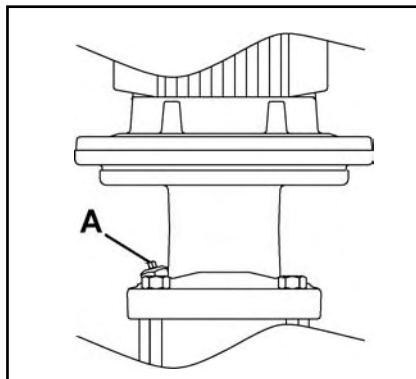

Fig. 6
1. Dévissez le bouchon de vidange (A, fig. 6) d'un ou deux tours jusqu'à ce que l'eau et l'air sortent.